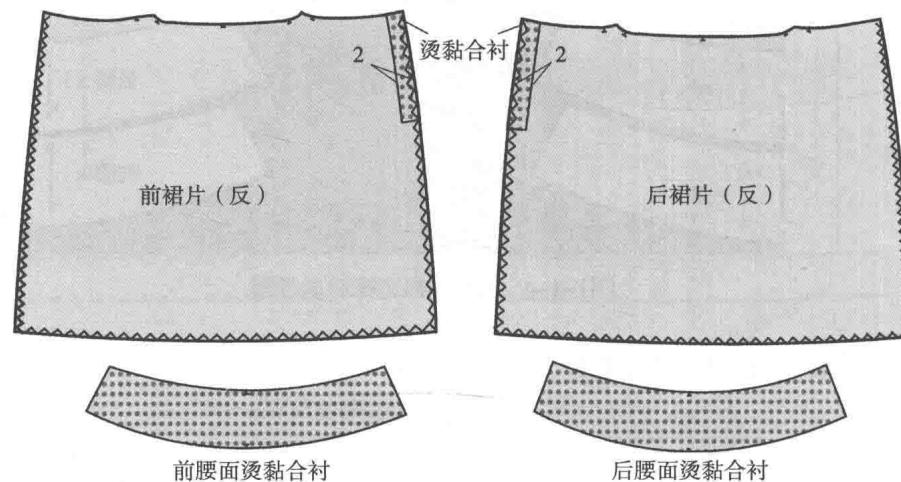

图1-1-6 三线包缝和烫黏合衬部位示意图
- (1) 针号和针距：90/14号针，针距14~15针/3cm
- (2) 三线包缝部位（图1-1-6）：前、后裙片的侧缝和裙摆。
- (3) 烫黏合衬部位（图1-1-6）：右侧缝拉链开口和前、后腰面。